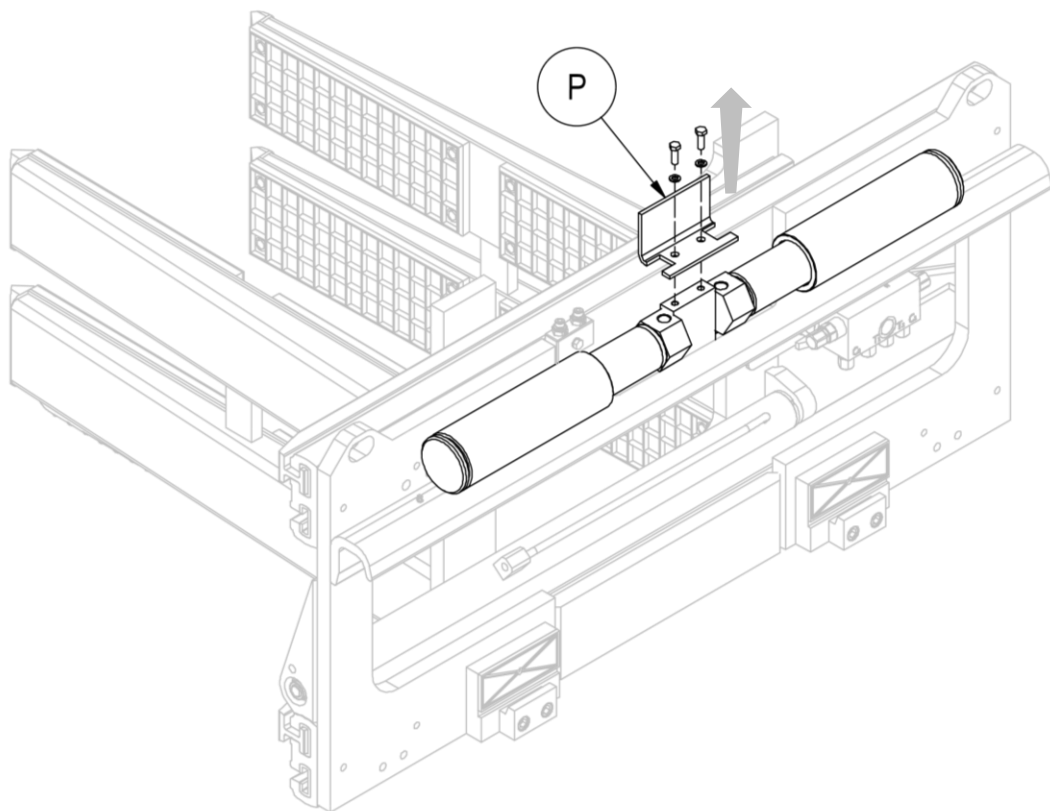
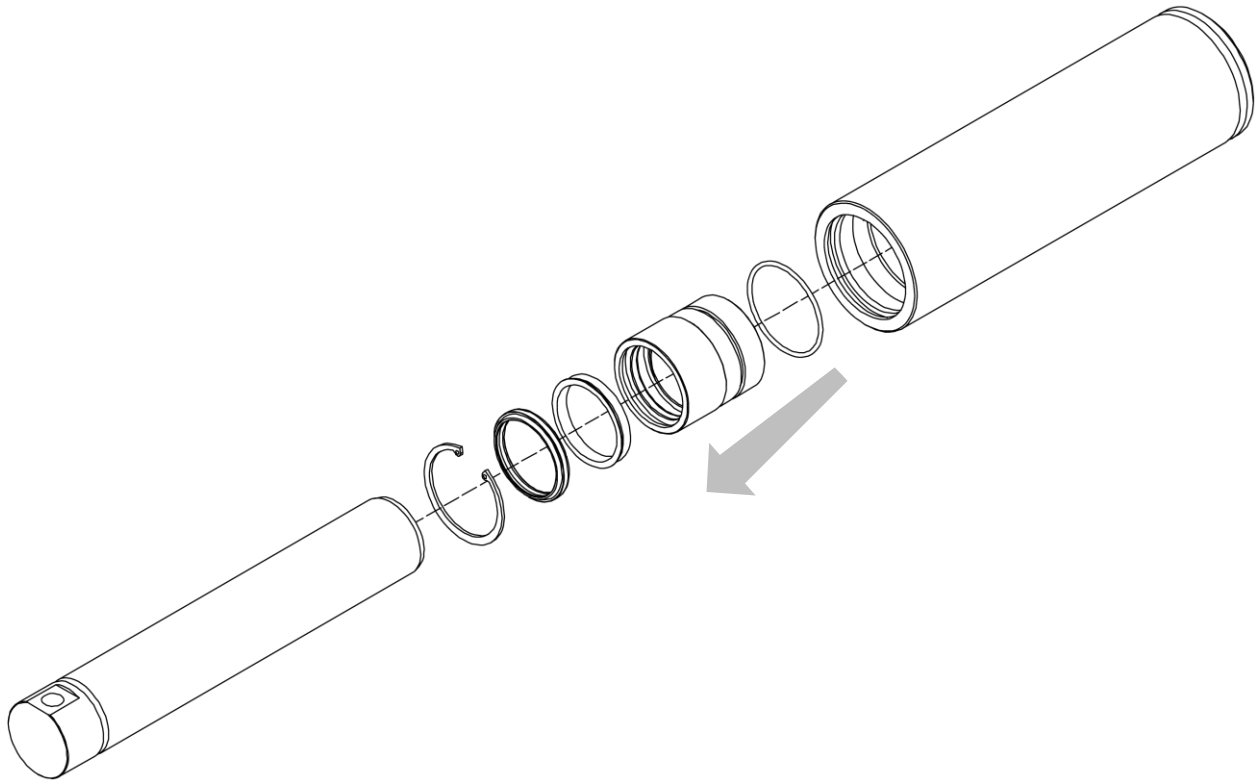

Figura 39
Figura 40
3. Quitar el doble gancho (A) después de quitar el “plato de protección” (P) con sus tornillos (en el punto *Errore. L'origine riferimento non è stata trovata.* esto ya está explicado).
7. Mirar la *Figura 39* y la *Figura 40*.